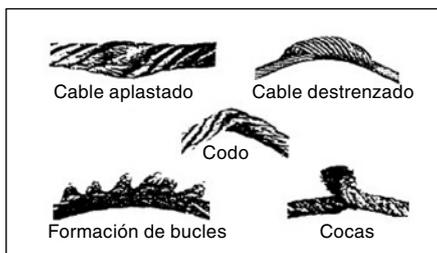

Figura 13. Distintos tipos de deformaciones
- Deformaciones externas como pueden ser aplastamientos, destrenzados, formación de bucles, codos, etc. Ver figura 13.